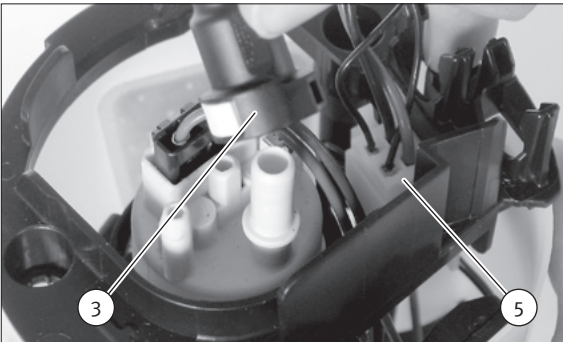

Abb. 3/Fig. 3/Puc. 3/图3
- 插接电气接头的插头 (5) (图 3)。
- 插接电气接头的插头 (5)。必须卡紧锁定装置 (图 3 和 5)。